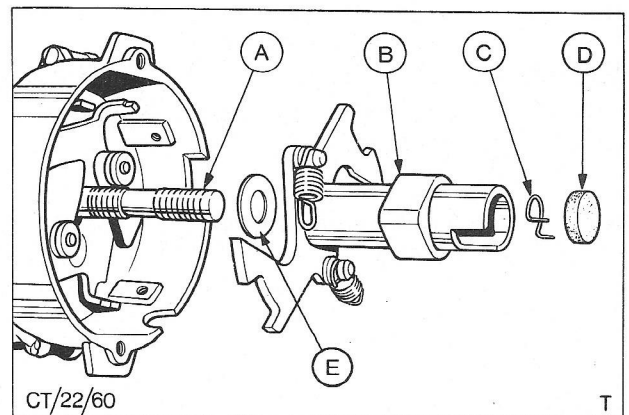

Fig. 53 A - Stroomverdeleras
8. Neem het smeervilt uit het bovenste uiteinde van de onderbrekernok en -plaat, verwijder het borgveertje met een klein model borgverentantje of met twee fittingschroevendraaiers. Maak de vervroegingsveren los nadat hun plaats en stand is genoteerd; neem de complete onderbrekernok uit het huis, zie Fig. 53.
N.B.: De drukring (E in Fig. 53) is alleen gemonteerd in stroomverdelers voor OHC motoren.
12. Alleen bij stroomverdelers voor OHC motoren: Schuif de drukring over de stroomverdeleras (E in Fig. 53).